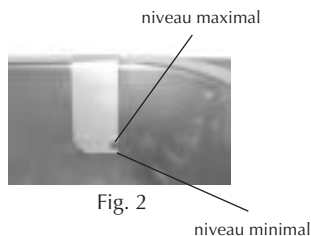

Fig. 2
Remplir donc le bac, dépourvu de casseroles, avec l'huile au silicone GFC jusqu'à atteindre un niveau intermédiaire entre le minimum et le maximum, indiqués par la plaquette placée à l'intérieur du bac même (voir Fig. 2).
- Ne pas toucher les parties de l'appareil aux hautes températures. Dans ce but on a apposé un symbole d'avertissement indiquant le danger de brûlure (5).
- Ne jamais utiliser l'appareil sans huile ou de toute façon avec des quantités inférieures ou supérieures aux limites minimale et maximale indiquées à l'intérieur du bac (voir Fig. 2), avec vérification du niveau en l'absence de casseroles.